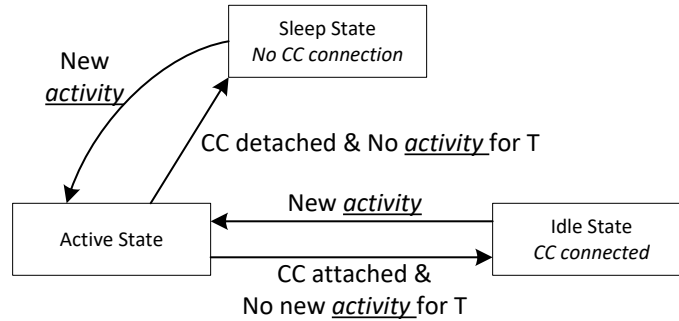

図 8-33. 電源状態のフロー ダイアグラム
TPS25751A は、次の 3 つの電源状態で動作できます。アクティブ、アイドル、またはスリープ。最新のスタンバイモードは、アイドル モードの特殊なケースです。セクション 6.7 に、各状態で使用できる機能の概要を示します。このデバイスは、アクティブで必要とされる回路に基づいて、3 つの電源状態間を自動的に遷移します。図 8-33 を参照してください。スリープ状態では、TPS25751A は Type-C 接続を検出します。アクティブ モードからアイドル モードに移行するには、以下のアクティビティがない期間 (T) が必要です。